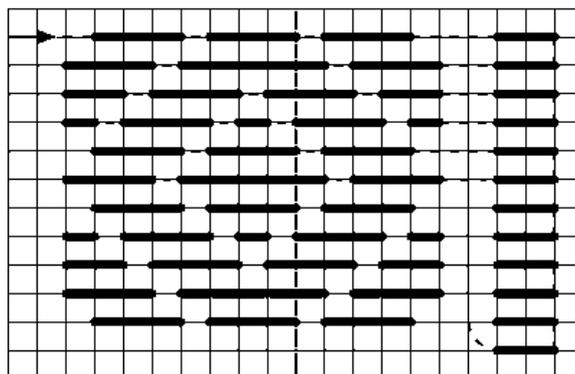

Рисунок 6.3. – Поворот в наборе горизонтальным стежком
– поворот с помощью вертикального стежка на изнанке, для которого нужно отступить от края узора на несколько нитей ткани и сделать короткий дополнительный горизонтальный стежок на лицевой стороне. При этом на лицевой стороне образуется столбик горизонтальных стежков, являющийся линией ограничения в конце орнаментальной полосы (рисунок 6.3).